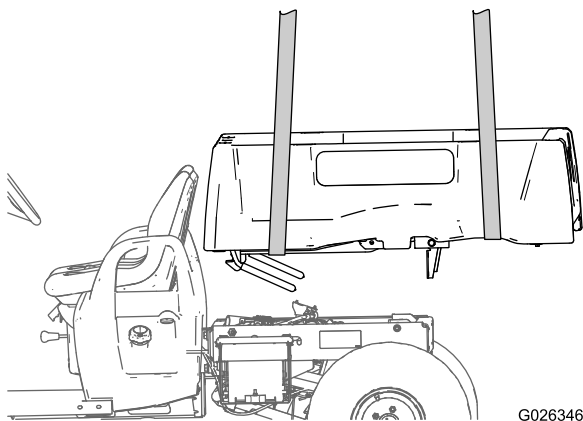

Figura 20
2. Utilizando o equipamento de elevação, eleve a caixa de carga e coloque-a sobre a estrutura para que o conjunto do suporte de articulação fique alinhado sob o canal da estrutura traseira.(Figura 20).